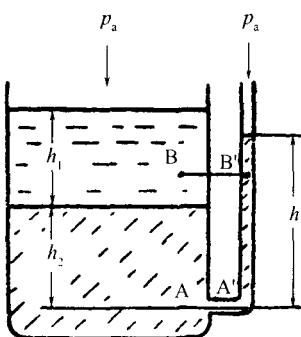
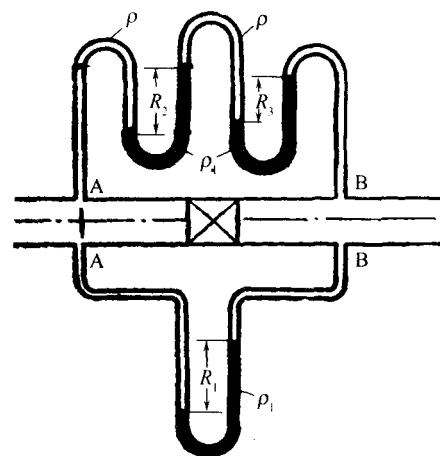

图 1-1
图 1-2
- ① 气体、水、溶剂、甘油
- ② 蛋黄浆、油漆
- ③ 纸浆、牙膏、肥皂
- ④ 面粉团、凝固汽油和沥青等
- ① 重力场中静止流体
- ② 重力场中不可压缩静止流体
- ③ 重力场中不可压缩连续静止流体
- ④ 重力场中不可压缩静止、连通着的同一连续流体
22. 如图 1-1 所示的开口容器内盛有油高度为 h_1 和水高度为 h_2 及 h , 则 B 与 B' 点之间压强大小之间的关系为_____ (B 与 B' 点处于同一水平面)。
- ① $p_B > p'_B$
- ② $p_B < p'_B$
- ③ $p_B = p'_B$
- ④ 无法比较
- ① 减少被测流体与指示液之间的密度差
- ② 采用倾斜式微压计(将细管倾斜放置的单杯压强计)
- ③ 双液杯式微压计
- ④ 加大被测流体与指示液之间的密度差
24. 如图 1-2 所示, A、B 两断面分别位于直管段内, 并在两断面上装上 U 形管和复式 U 形管压强计。两压强计内指示液相同, 复式 U 形管压强计的中间流体和管内流体相同。则读数 R_1 、 R_2 、 R_3 之间关系为_____。
- ① $R_1 = R_2 + R_3$
- ② $R_3 = R_1 + R_2$
- ③ $R_2 = R_1 + R_3$
- ④ R_1, R_2, R_3 间无定量关系存在